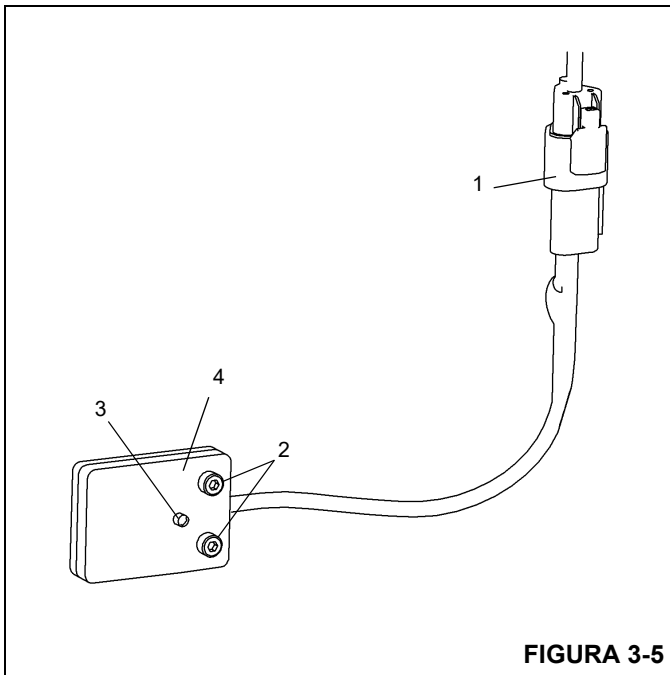

FIGURA 3-5
1. Desconecte o conector elétrico (1, Figura 3-5) na chave.
2. Remova os dois parafusos (2, Figura 3-5) que prendem a chave (4) na caixa do estabilizador e remova a chave.
2. Usando dois parafusos (2, Figura 3-5), prenda a chave (4) na caixa do estabilizador.
3. Conecte o conector elétrico (1, Figura 3-5) à chave.
4. Com a alimentação ligada e a viga do estabilizador totalmente estendida, verifique se o LED (3, Figura 3-5) na